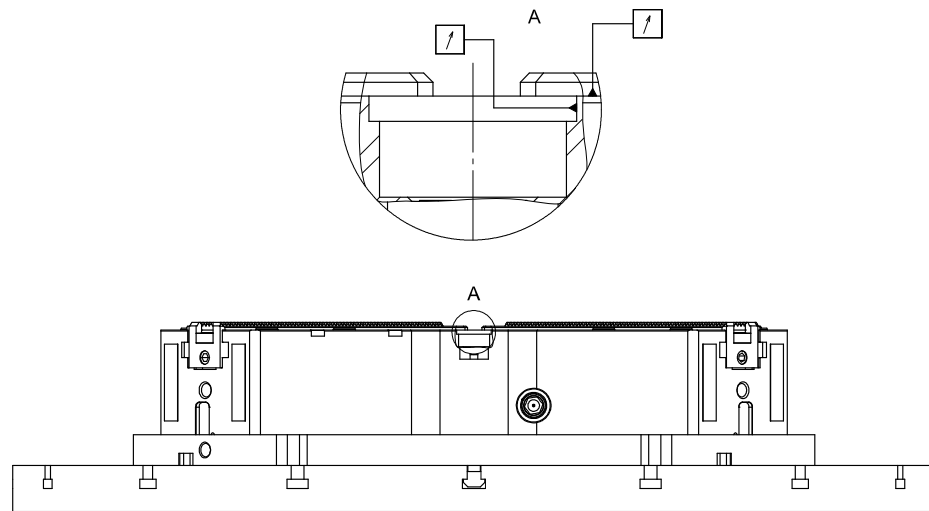

Fig. 3-4: Comprobación de la concentricidad y la excentricidad axial del mandril de sujeción
Paso 12 Compruebe de nuevo la excentricidad axial y la concentricidad del mandril de sujeción. El valor permitido es de 0,05 mm. Para ello, retire el inserto roscado (3). La medición se lleva a cabo en el orificio de ajuste ubicado sobre la rosca y en la superficie plana que lo rodea (véase la Fig. 3-4).
Paso 13 Cierre los orificios de los tornillos de fijación exteriores (2) con las cubiertas (1).